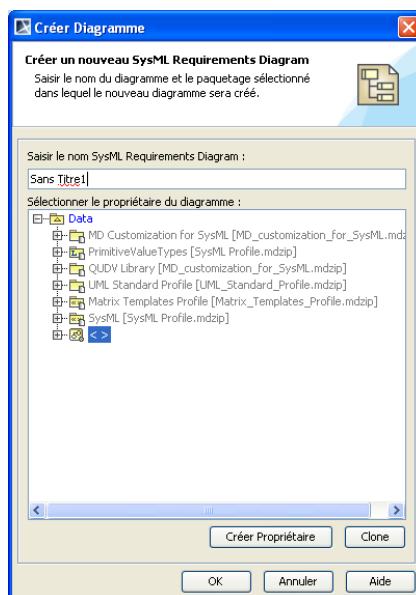

Figure 4 Création d'un diagramme d'exigence
Si la perspective actuelle n'est pas réglé sur 'Ingénieur système' perspective, ouvrir la Perspective associée dialogue s'ouvre (Figure 4). Sélectionnez Oui pour définir les perspectives actuelles d'ingénieur système
- Dans la barre des tâches placer le pointeur de souris sur le symbole intitulé **Sysml Requirements diagram** et effectuer un clic sur le symbole pour ouvrir la boîte de dialogue de la figure 4